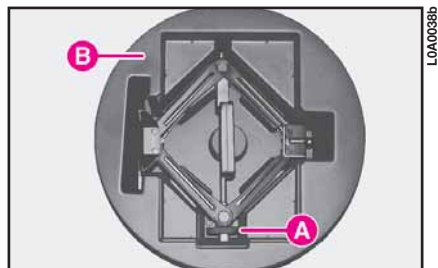

fig. 7
8) Dévisser manuellement la poignée **A** (fig. 7) du cric et le dégager de son étui **B**.